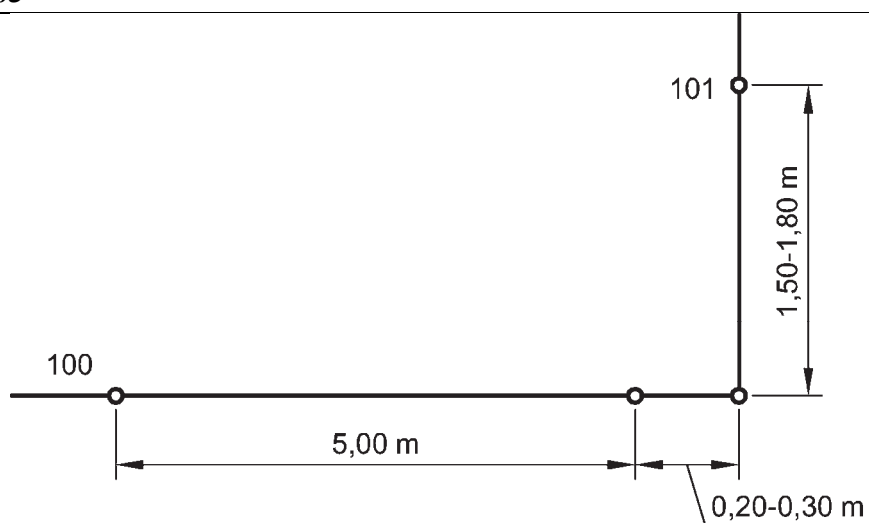

Rysunek 1. Szkic rozmieszczenia punktów – rzut poziomy
- stanowisko instrumentu (pkt 100), znajdujące się na podłodze w odległości 5,00 m  $\pm 0,005$  m od wierzchołka kąta prostego (rysunek 1); **wierzchołka kąta prostego, który jest punktem pomocniczym nie należy zaznaczać przez naklejenie znacznika,**